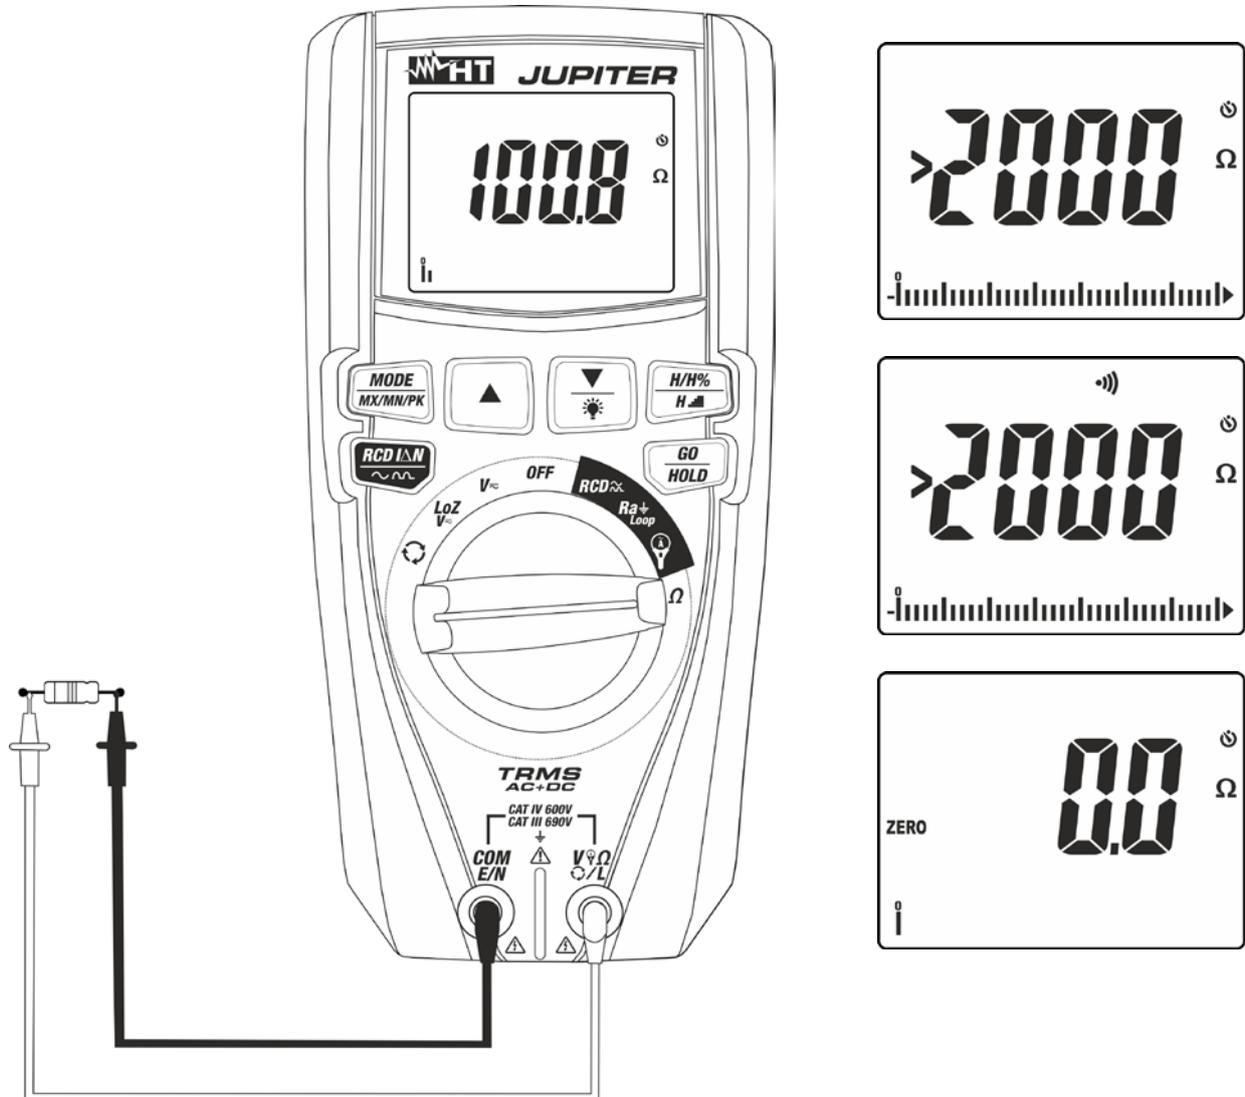

Fig. 11: Uso do instrumento para medir Resistências e efetuar o Teste de continuidade
4. Colocar as ponteiros nos pontos pretendidos do circuito em exame (ver Fig. 11). O valor da resistência é apresentado no display.
5. Se no display aparecer a mensagem ">2000 $\Omega$ " (ver Fig. 11) atingiu-se o fundo de escala do instrumento.